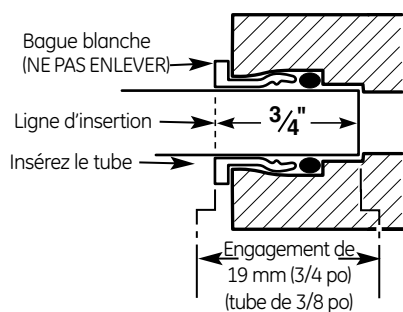

Fig. 7
3. Poussez fortement le tuyau dans chaque raccord du collecteur jusqu'à ce que la ligne soit au niveau du collier de raccord. (Si le tuyau est enlevé, recoupez l'extrémité, mesurez, marquez et ré-insérez). Le tuyau doit être bien inséré pour éviter les fuites (Fig. 7). **(Pour enlever le tuyau : Pressez et tenez la bague blanche; tirez le tuyau pour l'enlever.)**